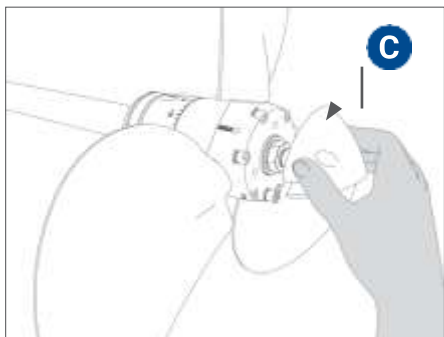

FIG. 18 Innestare anodo "C"
- Innestare l'anodo **C** e fissarlo con le apposite 3 viti inox **D** (Fig. 18 - 19 - 20).